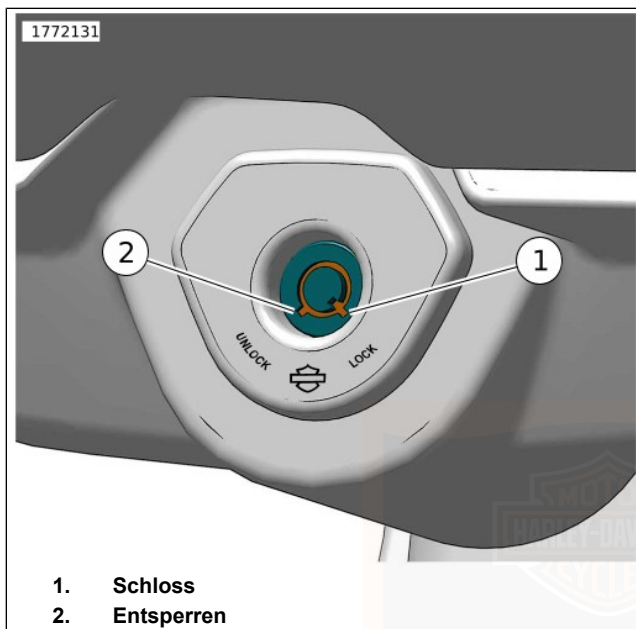

Abbildung 26. Gabelschloss
Siehe Abbildung 26. Das Gabelschloss befindet sich auf der Instrumententafel. Wenn das Gabelschloss sofort nach dem Parken des Motorrads gesperrt wird, erschwert dies die unbefugte Benutzung oder einen Diebstahl. Das Gabelschloss kann mit dem Zündschlüssel ver- und entriegelt werden.
2. Siehe Abbildung 26. Den Schlüssel einstecken und eine Viertelumdrehung gegen den Uhrzeigersinn drehen, um den Knopf zu sperren. Den Schlüssel abziehen.
1. Siehe Abbildung 26. Den Schlüssel einstecken und eine Viertelumdrehung im Uhrzeigersinn drehen, um den Knopf zu entsperren. Den Schlüssel abziehen.